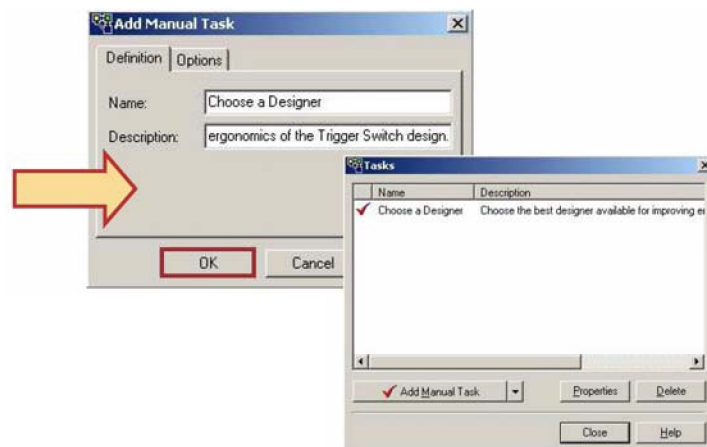

Рис.34. Ввод названия и описания задачи
- Закройте диалоговые окна 'Tasks' и 'Properties' (рис. 34).